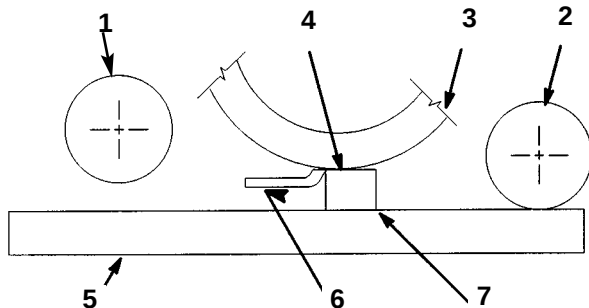

Fig. 8
4. Legg en stang, minst 11,3 mm tykk, under sylinderknivene og mot knivplatens kuttekant. Stangen må dekke sylinderknivene over hele lengden. Bakre valse må ikke berører underlaget (fig. 8).